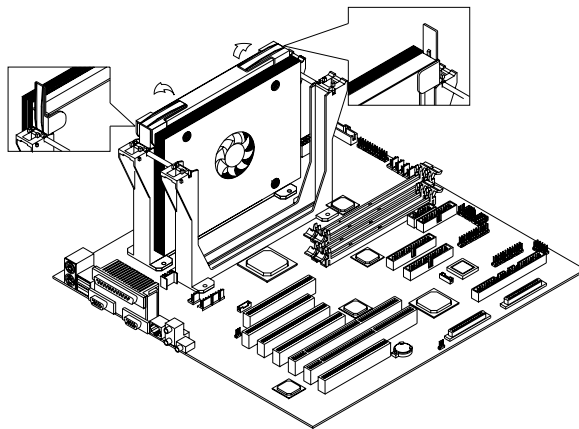

Figura 3-9 Orejas de plástico
3. Levante ambas orejas de plástico del procesador Pentium III Xeon, como muestra la Figura 3-9. Este procedimiento permite extraer el procesador del zócalo.